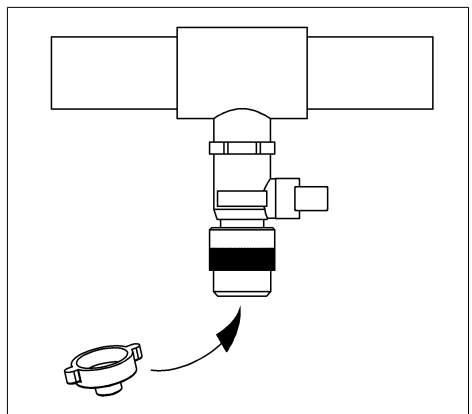

Fig. 6 : Monter les raccords
- Monter la pièce de raccordement pour flexible ou le bouchon de fermeture sur l'adaptateur QUICK-AN (cf. fig. 6).